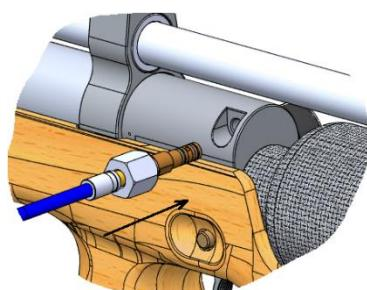

Рис. 7 - Заправка баллона
3. Произвести заправку сжатым воздухом (рис. 7) до 220 атм. максимум.